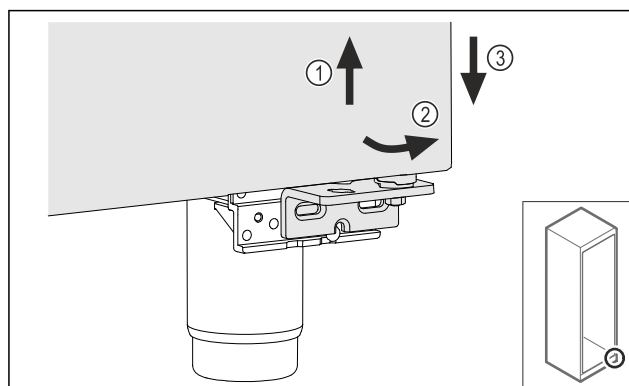

Fig. 26
- ▶ Paceliet mazliet durvis Fig. 26 (1), apakšā sagāziet uz priekšu Fig. 26 (2) un nolaidiet Fig. 26 (3).